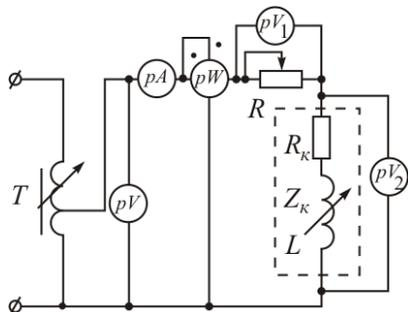

Рис. 3.3.
1. Для исследуемой электрической цепи, схема которой показана на рис. 3.3, на основе анализа приведенных в работе формул постройте качественно:
1. Соберите электрическую цепь по схеме рис. 3.3. При полностью выведенном сопротивлении резистора R ($R = 0$) измерьте показания приборов и рассчитайте параметры катушки индуктивности.